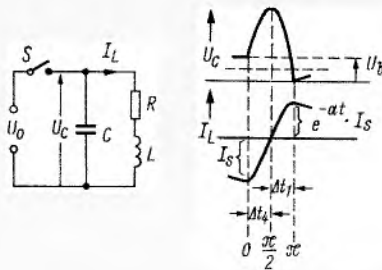

Bild 4. Vorgänge bei Abstimmung des Rücklaufs
Die Überlegung, daß sich die am Ende des Hinlaufs in der Induktivität der Ablenkspule gespeicherte magnetische Energie zur Deckung des Batteriespannungsbedarfs für den Stromanstieg in der zweiten Hälfte des Rücklaufs nutzbar machen läßt, brachte bei Verwendung von zwei gleichartigen Transistoren eine einfache Lösung des Problems. Eine gewisse Ähnlichkeit mit den Vorgängen des horizontalen Rücklaufs ist unverkennbar vorhanden (Bild 4).
Die Differentialgleichungen (6) der Ersatzschaltung (Bild 4) führen mit ihren Anfangsbedingungen über die Laplace-Transformation zu der gesuchten Zeitfunktion für den Strom I_L durch die Ablenkspule und für die Spannung U_C am Kondensator.